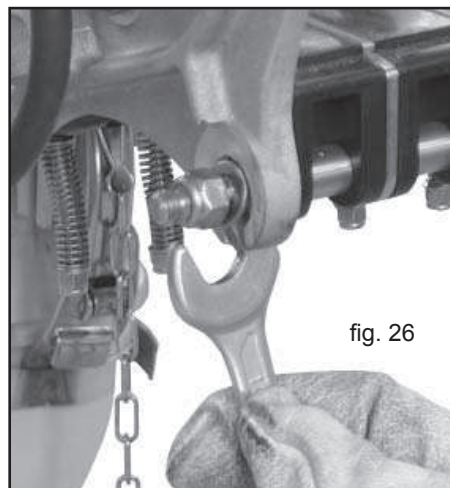

fig. 26
- 2) Das die innenliegenden Scheiben aus ihrem Sitz nach aussen gedruickt werden koennen (Abb. 26) und die Achsen freigegeben.